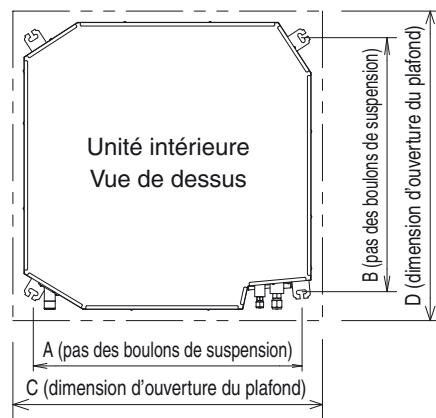

Fig. 3-2
- (2) Suivez la Fig. 3-2 et le Tableau 3-1 pour faire les trous dans le plafond.